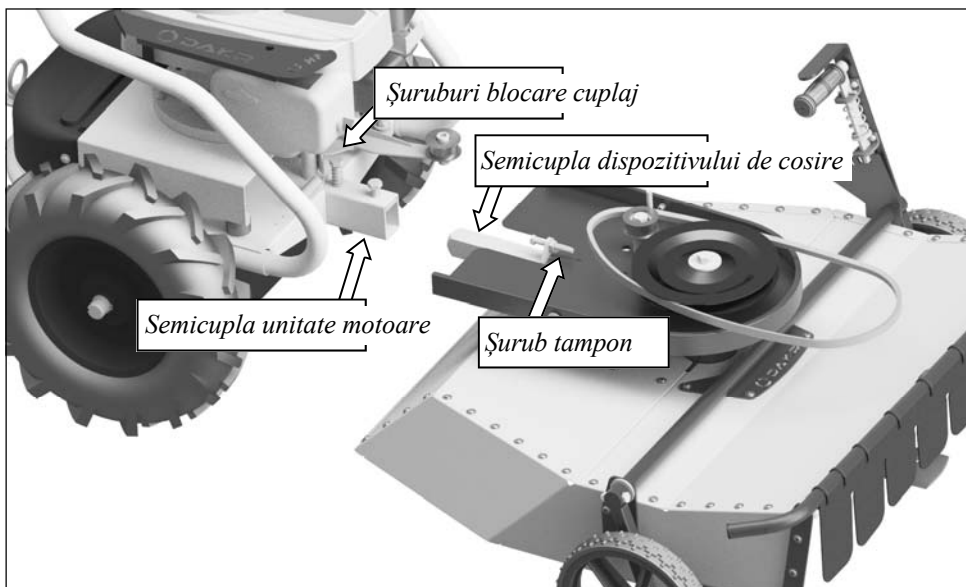

Fig. 5
- cele două semicuple trebuie să fie centrate și netensionate, și astfel șuruburile de prindere (Fig. 5) se deșurubează suficient (nu complet) pentru a permite cuplarea.
- 1) deplasați dispozitivul de cosire spre unitatea motoare și introduceți semicupla dispozitivului în țeva rectangulară de la unitatea motoare (Fig. 5). În cazul în care nu reușiți cuplarea, mișcați stânga-dreapta și sus-jos. Nu utilizați niciodată ciocan, levier sau alte scule pentru a forța cuplarea. Cuplarea trebuie să fie simplă și ușoară. Nu introduceți mâinile sau degetele între semicuple și nici în jurul lor în timpul cuplării.